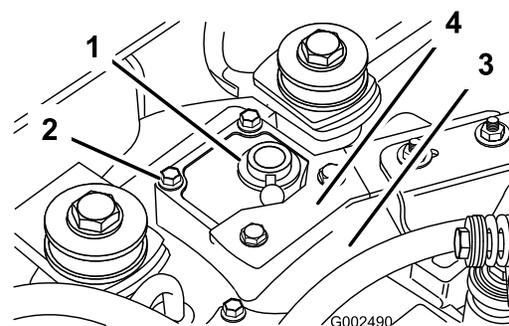

Figure 5
- Retirez les quatre boulons de fixation du couvercle en haut du carter de la boîte-pont (Figure 5). Déposez le support du silencieux.